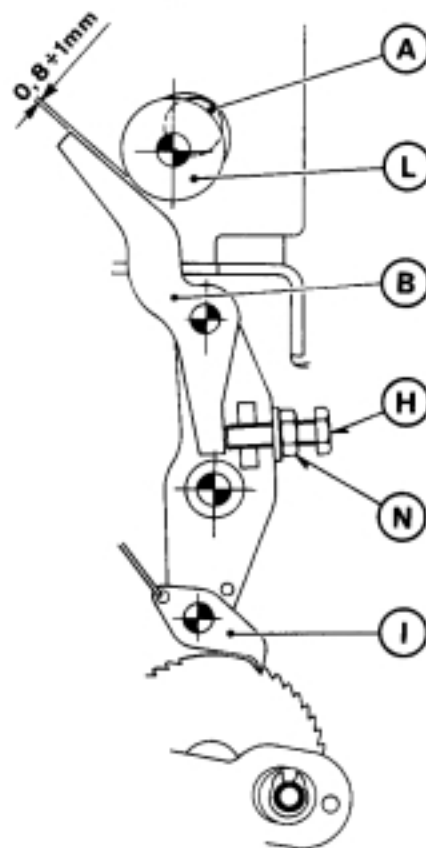

Fig. 30
- On the left shoulder of the operating mechanism, fit loading lever (B) complete with operating pawl (I) on its pivot and fit spring (M).
- Revolve the rotor of the motor till cam (A) and bearing (L) appear as shown on fig. 30.
- introdurre tra il cuscinetto (L) e la leva (B) uno spessore di  $0,8 \div 1$  mm, quindi agire sulla vite (H) facendo in modo che in alto si realizzi il contatto (L) - spessore - (B) ed in basso il nottolino (I) sia inserito nell'ultimo dente della ruota (vedi fig. 30). In questa posizione bloccare la vite (H) mediante il dado (N).
- Sostituire le quattro viti di fissaggio delle spalle del comando con la traversa inferiore, con le viti speciali (D) quindi applicare il gruppetto del contattino (E) regolandolo in modo da rispettare la quota di 7 mm tra la parte fissa dello stesso contattino e la leva di comando (F).
**N.B.** - Prima del montaggio, al contattino (E) dovranno già essere collegati i cavi di alimentazione secondo lo schema elettrico dell'interruttore.
- Insert between bearing (L) and lever (B) a  $0.8 \div 1$  mm spacer, then operate screw (H) till contact between (L), spacer and (B) is achieved on the top and pawl (I) is against the last tooth of the wheel on the bottom (see fig. 30). Then lock screw (H) into place by means of nut (N)
- Replace with special screws (D) the four adjusting screws securing the shoulders of the operating mechanism to the lower cross-bar. Then fit the contact (E) group adjusting so as to achieve a clearance of 7 mm between the fixed part of said contact and operating lever (F).
**N.B.** - Before fitting, connect the feeding cables to contact (E) according to the breaker wiring diagram.